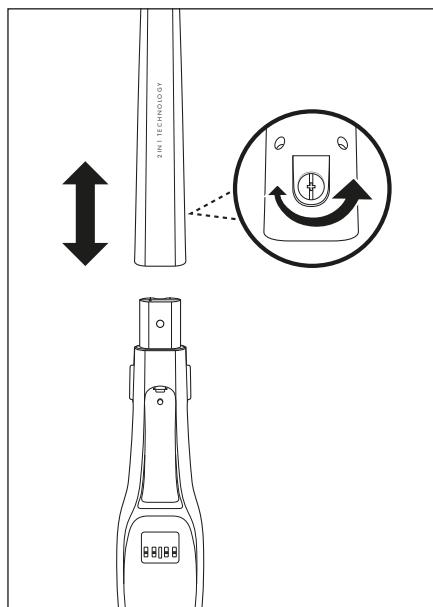

Fig. 1
- 1) Allentare la vite ⑪ posta sul lato posteriore del manico ⑩ girandola in senso antiorario con un cacciavite. Estrarre la vite ⑪ attraverso l'apertura per vite del manico ⑩.
- 2) Applicare il manico ⑩ al supporto manico dell'apparecchio. Spingere completamente il manico ⑩ sul supporto finché non si innesta saldamente nell'apparecchio. (fig. 1).
- 3) Reinserire la vite ⑪ nell'apertura per vite del lato posteriore del manico ⑩. Stringere la vite ⑪ in senso orario con un cacciavite (fig. 1).